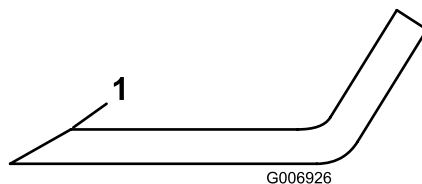

Figura 87
4. Inspeccione as extremidades de corte de todas as lâminas. Se apresentar sinais de desgaste ou ranhas, afie apenas a zona superior da parte cortante e mantenha o ângulo de corte original para garantir um desempenho eficaz da lâmina (Figura 87).